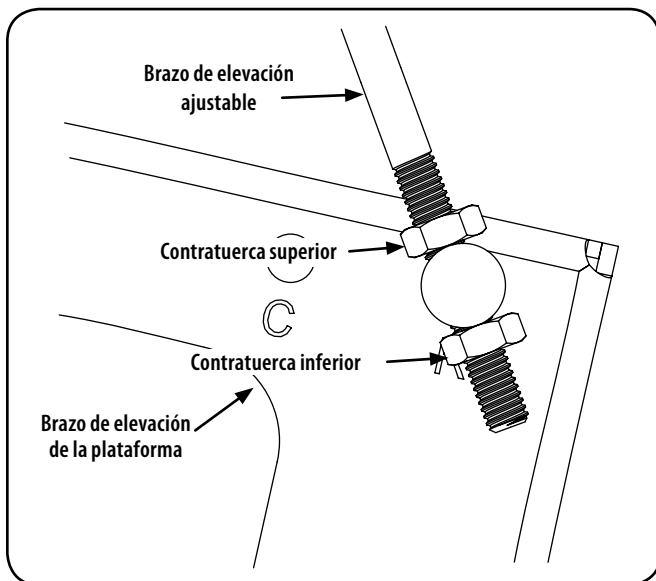

Figura 32
3. Afloje la contratuerca inferior del brazo de elevación ajustable que está conectado al brazo de elevación de la plataforma a fin de bajar la plataforma y ajuste la contratuerca superior para sujetar la plataforma en su lugar, afloje la contratuerca superior, luego ajuste la contratuerca inferior para sujetar la plataforma en su lugar. Vea la Figura 32.